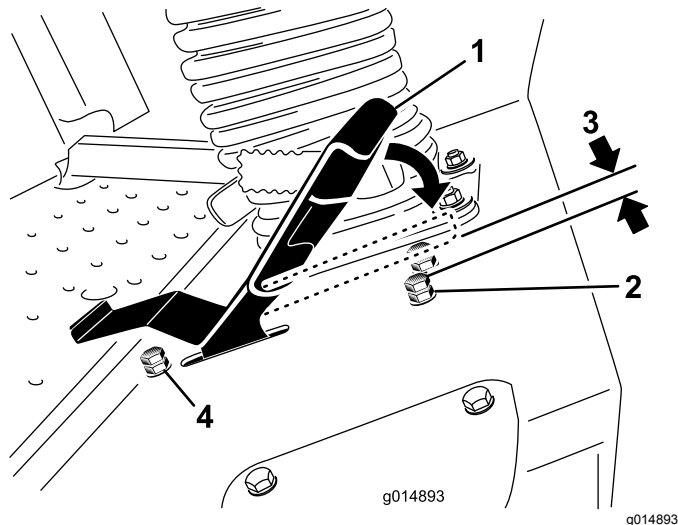

Figura 51
- Solte a porca de bloqueio no parafuso de paragem do pedal de tração (Figura 51).